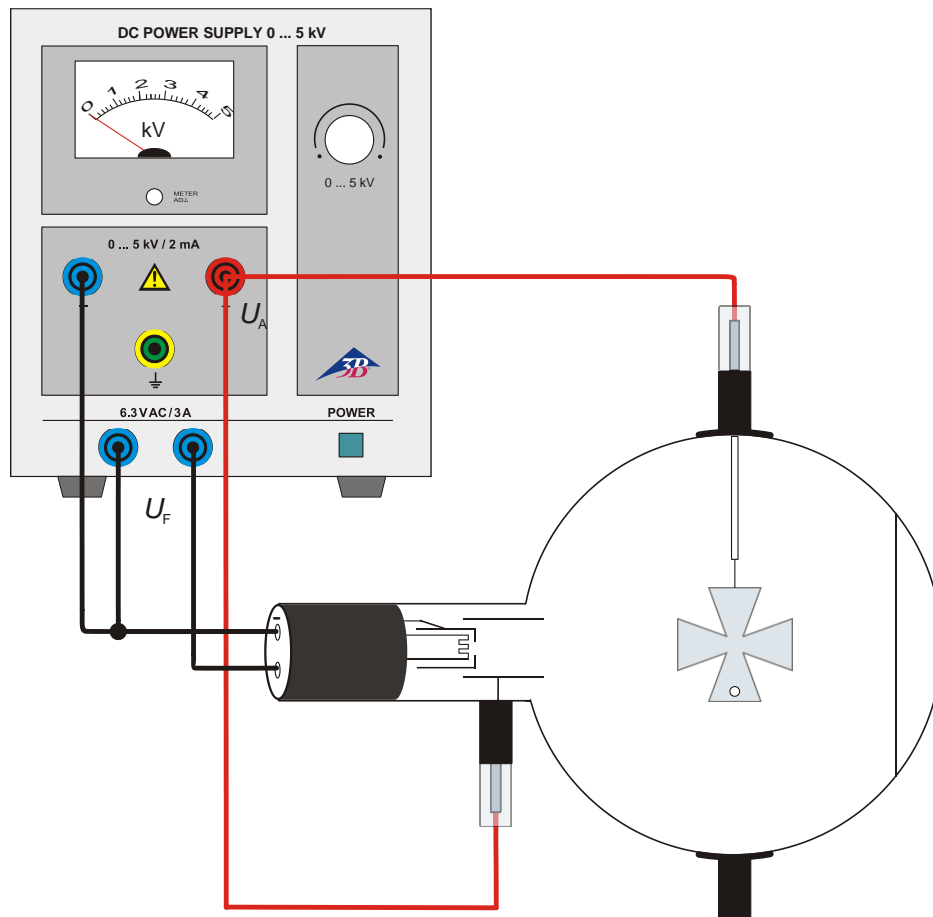

Fig. 1 Propagation rectiligne des rayons électroniques
- Procédez au câblage comme le montre la figure 1. Branchez le pôle négatif de la tension anodique à la borne de 4 mm marquée
- Procédez au câblage comme le montre la figure 1. Branchez le pôle négatif de la tension anodique à la borne de 4 mm marquée du signe « moins » sur le col du tube.